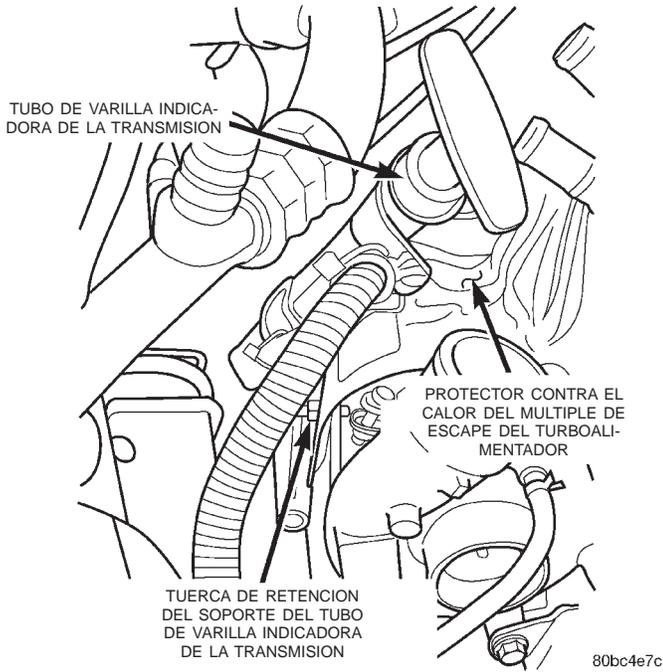

Fig. 23 Soporte del tubo de varilla indicadora de la transmisión
(4) Instale el protector contra el calor del múltiple de escape. Apriete los pernos con una torsión de 11 N·m (97 lbs. pulg.).
(5) Instale la tuerca de retención del soporte del tubo de la varilla indicadora de la transmisión en el protector contra el calor del turboalimentador (Fig. 23). Apriete la tuerca con una torsión de 11 N·m (97 lbs. pulg.).